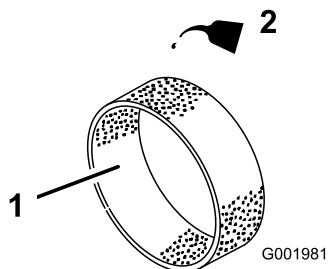

図 44
4. 乾いたら新しいエンジン・オイルを30~60cc含ませる (図 44)。